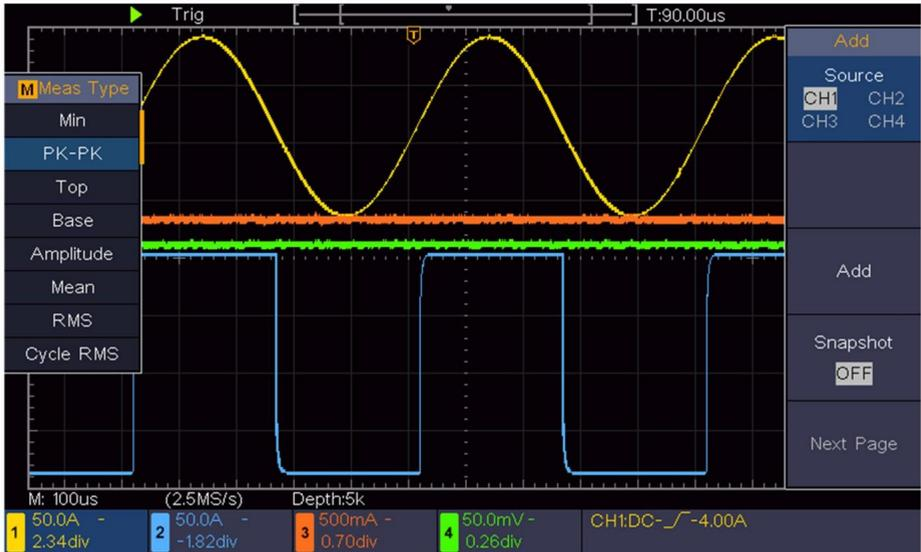

Figura 6-2 Forma de onda de la medición de ganancia
- (1) Presione el botón Autoset y el osciloscopio se ajustará automáticamente. las formas de onda de los dos canales en el estado de visualización adecuado.
- (2) Presione el botón Medir para mostrar el menú derecho.
- (3) Seleccione CH1 en el menú de la derecha.
- (4) En el menú Tipo de la izquierda, gire la perilla M para seleccionar PK-PK.
- (5) En el menú de la derecha, seleccione Agregar. Se agregará el tipo pico a pico de CH1.
- (6) Seleccione CH2 en el menú de la derecha.
- (7) En el menú de la derecha, seleccione Agregar. Se agrega el tipo pico a pico de CH2.
- (8) Lea los voltajes pico a pico del Canal 1 y el Canal 2 desde el parte inferior izquierda de la pantalla (ver Figura 6-2).
- (9) Calcule la ganancia del amplificador con las siguientes fórmulas.